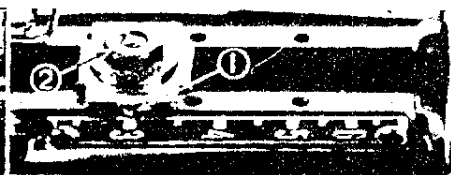

Fig. 24
(II) DIMENSION TRANSVERSALE - FIG. 24
APRES REGLAGE DE LA VALEUR LONGITUDINALE, DESSERER L'ECROU - FIG. 24 (2) ET AVEC L'EMBRAYAGE ENCLENCHE ET EN TOURNANT LE VOLANT DANS LA DIRECTION DE L'OPERATEUR, VERIFIER QUE L'AIGUILLE TOMBE AU CENTRE DE CHAQUE TROU. SI CE N'EST PAS LE CAS, DESSERER A NOUVEAU L'ECROU (2) ET TOURNER LA POULIE JUSQU'A CE QUE L'AIGUILLE TOMBE AU CENTRE DE CHAQUE TROU.